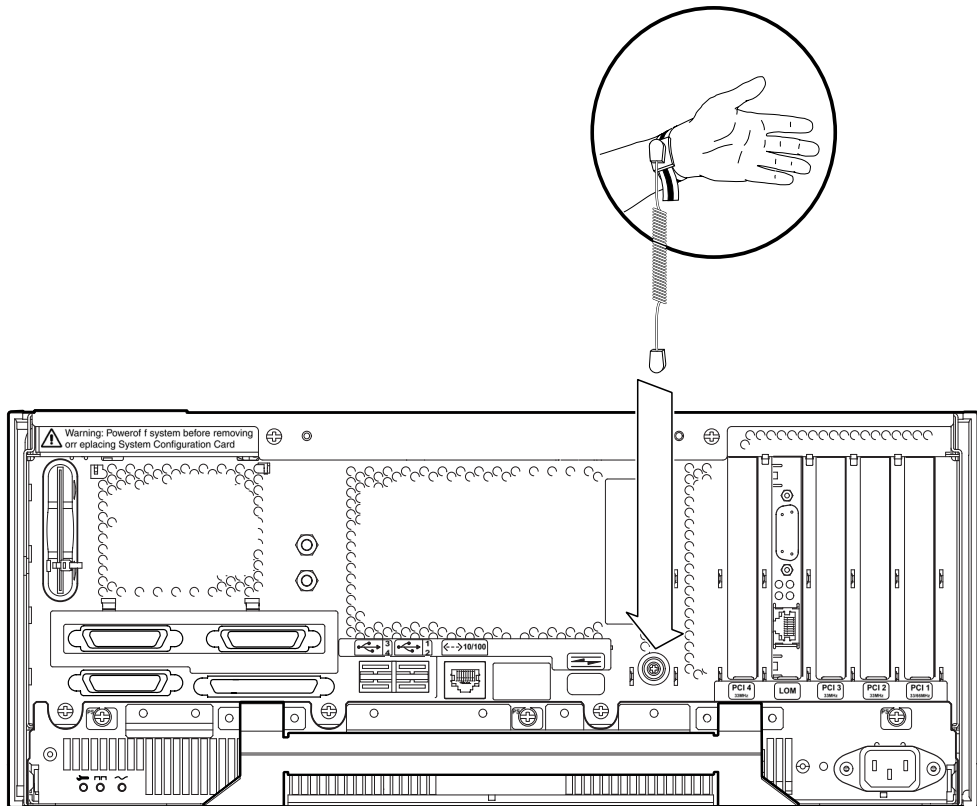
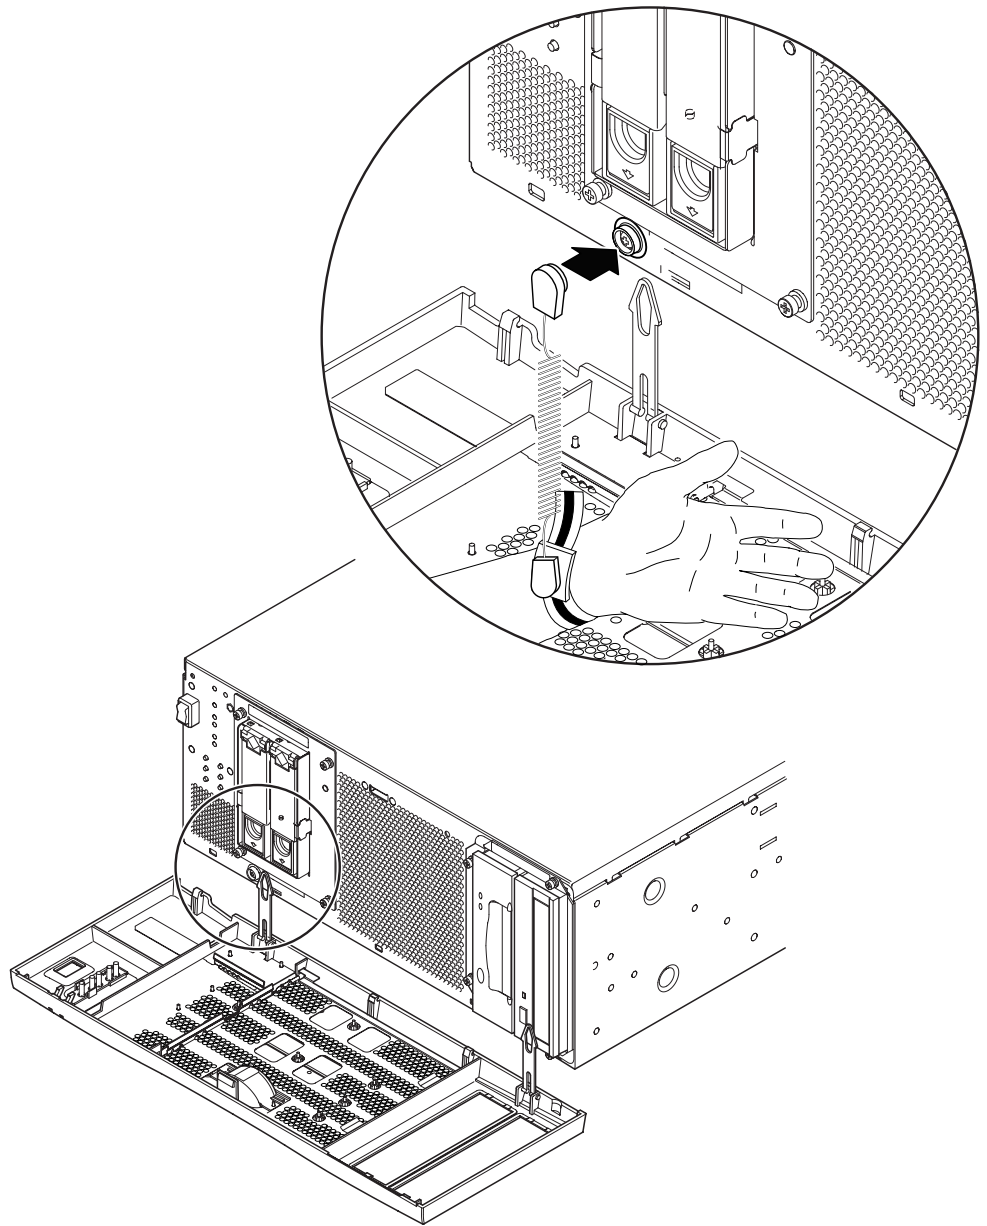

ABBILDUNG 7-11 Befestigen des antistatischen Armbands auf der Rückseite des Chassis
ABBILDUNG 7-12 Befestigen des antistatischen Armbands auf der Vorderseite des Chassis
- Um das antistatische Armband mit dem Chassis zu verbinden, befestigen Sie es wie in ABBILDUNG 7-11 oder ABBILDUNG 7-12 dargestellt.